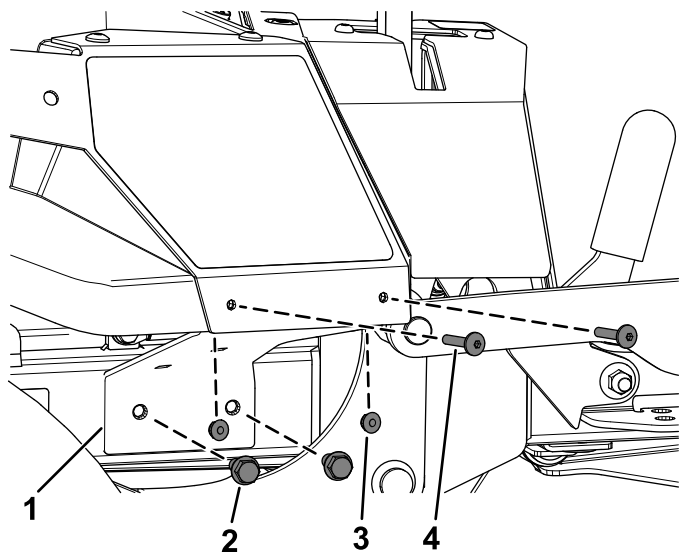

Рисунок 6
- В. Прикрепите опорный кронштейн правого контейнера с помощью двух новых самонарезающих винтов ($\frac{3}{8} \times 1$ дюйм), а также снятых ранее двух винтов с внутренним шестигранником типа Torx ($\frac{1}{4} \times 1-5/16$ дюйма) и двух контргаек ($\frac{1}{4}$ дюйма), как показано на Рисунок 6.